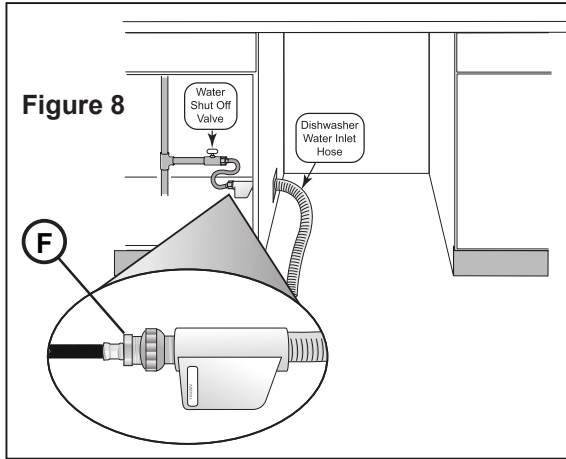

Figure 8
2. Enlever 2 à 3 po (51 à 76 mm) de la gaine extérieure du câble d'alimentation résidentiel ou in-situ comme indiqué sur la **Figure 8**. Enlever  $\frac{3}{8}$  à  $\frac{1}{2}$  po (10 à 13 mm) de l'isolant de chaque fil comme indiqué sur la **Figure 7**.